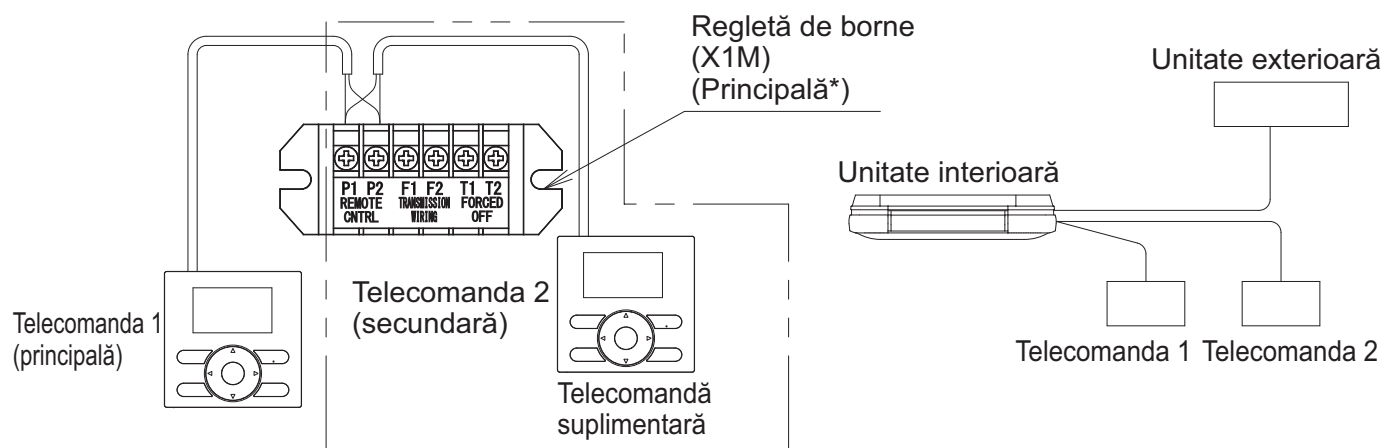

Fig. 46
- (1) Scoateți capacul cutiei de comandă în conformitate cu "**8-3 METODA DE CONECTARE A CABLAJULUI**".
- (2) Instalați cablajul suplimentar de la telecomanda 2 (secundară) la bornele (P1•P2) pentru cablajul telecomenzii de pe regleta de conexiuni (X1M) din cutia de comandă. (Nu există polaritate.) (**Consultați Fig. 46**)